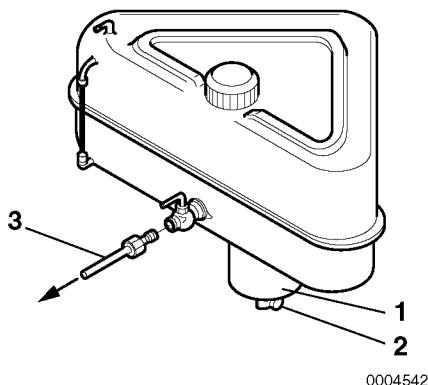

Figura 2
Monte un grifo de vaciado (Figura 2, (2)) en la parte inferior del depósito de combustible para eliminar el agua y los contaminantes del vaso de residuos (Figura 2, (1)).